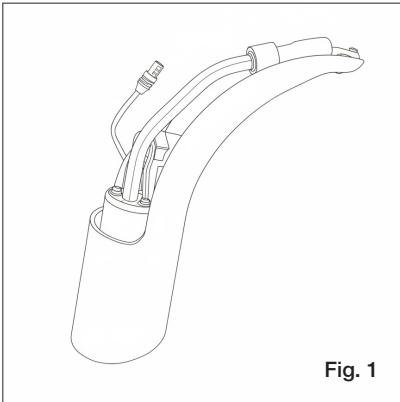

Fig. 1
1. Desligar a torneira do respetivo cabo de alimentação (fig. 1).